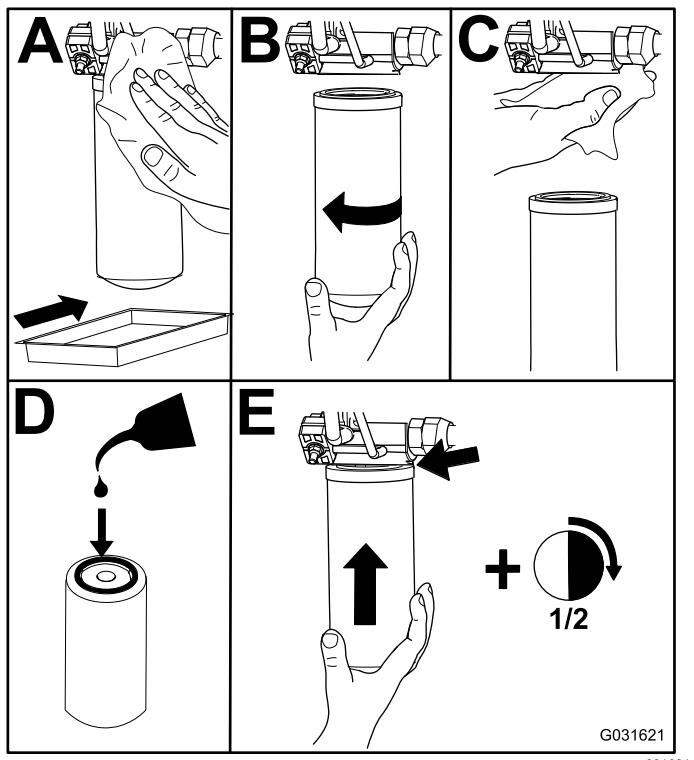

Figura 106
- Substitua os filtros hidráulicos (Figura 106).